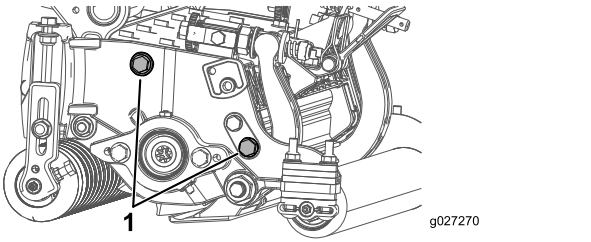

图12
**注意** 后滚筒相对滚刀的位置通过组装部件的加工公差进行控制无需调节平行。将滚刀组放在平板上并松开侧板安装螺栓可以进行轻微的调节 图12。